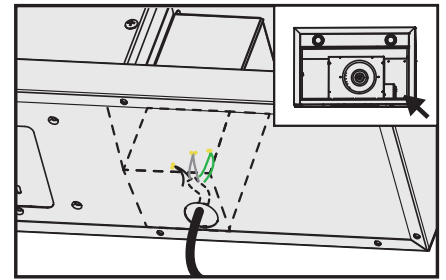

Figure 9
- **AVERTISSEMENT : TOUS LES CONNECTEURS DOIVENT ÊTRE EN FERMÉS DANS LE COMPARTIMENT DU CÂBLAGE** (voir figure 9).